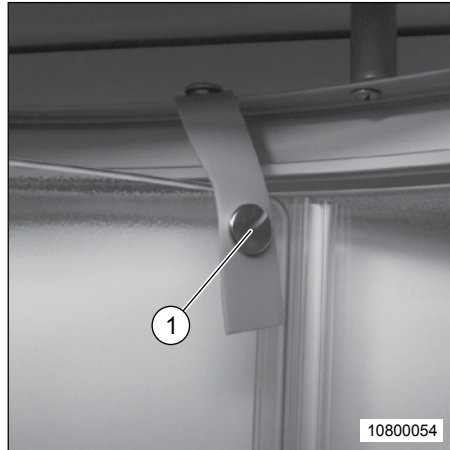

Fig. 117 Fixation du bouton
2. Desserrer la fixation du bouton (Fig. 117, Pos. 1) à l'élément pivotant (Fig. 116, Pos. 2). La fixation du bouton (Fig. 117, Pos. 1) se trouve en haut sur le rail de guidage de l'élément pivotant (Fig. 116, Pos. 2).
1. En étant debout dans la douche, déverrouiller la fixation du bouton (Fig. 117, Pos. 1) de la porte coulissante de la cabine de douche.